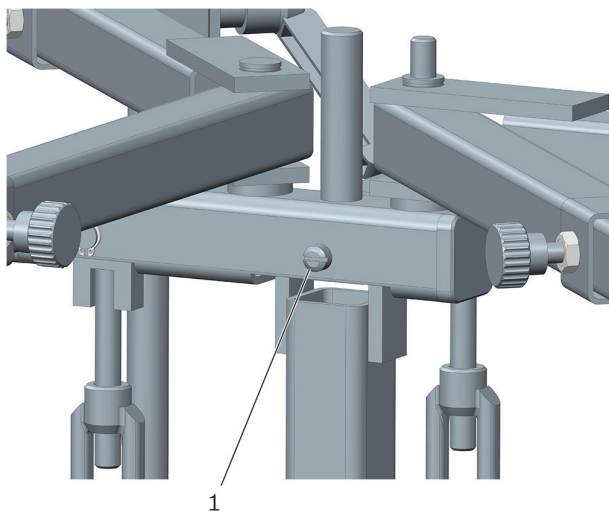

Figura 11: La posición del tornillo de eje 1, tornillo de eje 2 está en el lado opuesto (no visible).
- ▶ Asegure la conexión atornillada ordenada de los tornillos de eje (2 unidades) en el rango de giro del soporte de caja de cambios (consulte la figura 11).